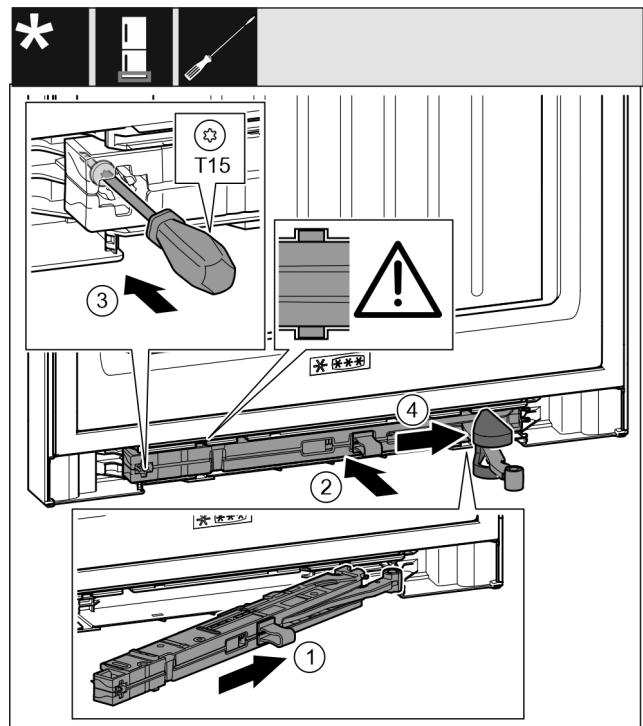

Fig. 40
- ▶ 将托架侧面的关门阻尼单元 Fig. 40 (1)倾斜插入凹槽直至阻挡装置。
- ▶ 将关门阻尼单元 Fig. 40 (2)完全地推入凹槽。
- ▶ 用螺丝刀拧紧螺钉 Fig. 40 (3)。
- ▶ 将盖板 Fig. 40 (4)推到铰链上方。